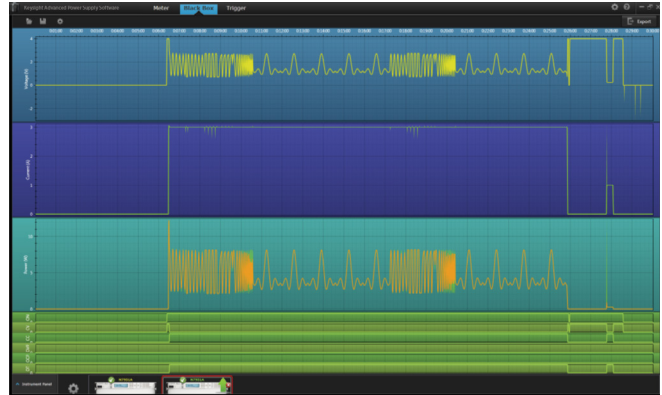

Рисунок 9. Пример демонстрации данных, полученных от «черного ящика» при помощи программного обеспечения Power Assistant N7906A
Подобно бортовому регистратору самолетов, «черный ящик» N7908A (BBR) непрерывно работает в фоновом режиме, независимо от того, что источник питания делает в текущий момент времени. Если источник питания включен, «черный ящик» регистрирует события и сохраняет результаты измерений в энергонезависимой памяти. «Черный ящик» может быть установлен в режим 24-часовой записи или для 10-дневного периода фиксации событий. В 24-часовом режиме измерения записываются с потоком 100 событий в секунду, а в режиме 10-дневной фиксации с потоком 10 событий в секунду. К записям «черного ящика» можно обратиться с помощью бесплатного программного обеспечения, поставляемого с APS (см. рис. 9 на стр. 9). «Черный ящик» — это выбираемая и устанавливаемая пользователем опция, которая может работать со всеми источниками питания семейств APS N6900 и N7900. Вы можете купить N7908A BBR с источником питания или приобрести его позже и установить в имеющийся у вас в наличии источник питания APS. Плата BBR устанавливается в отсек, расположенный на основании APS источника питания. Подключение «черного ящика» показано на рисунке 8.
- Считывание и анализ данных из опционального «черного ящика» (см. рис. 9)